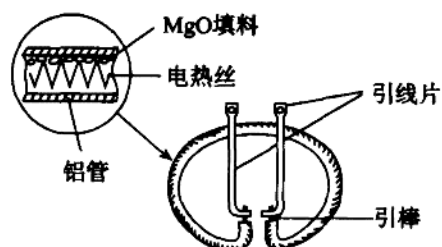

图 1-1-4 电热管外形结构图
(3) 判断新电热管好坏：电热管外形结构如图 1-1-4。测引线片间阻值正常为 $70 \sim 180 \Omega$ ，测引线片与铝管间阻值正常为 ∞ 。